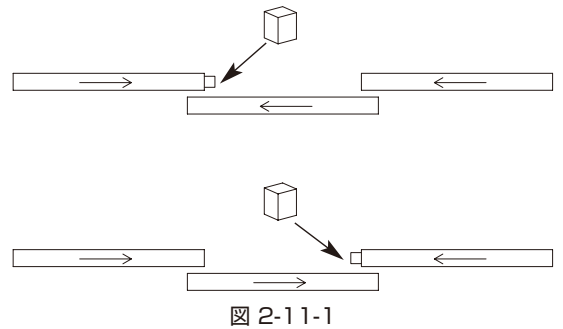
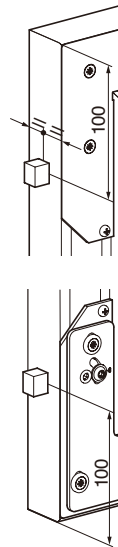

図 2-11-1
図 2-11-2
(1)開閉の向きにより、取付位置を決めてください。(図 2-11-1、図 2-11-2)